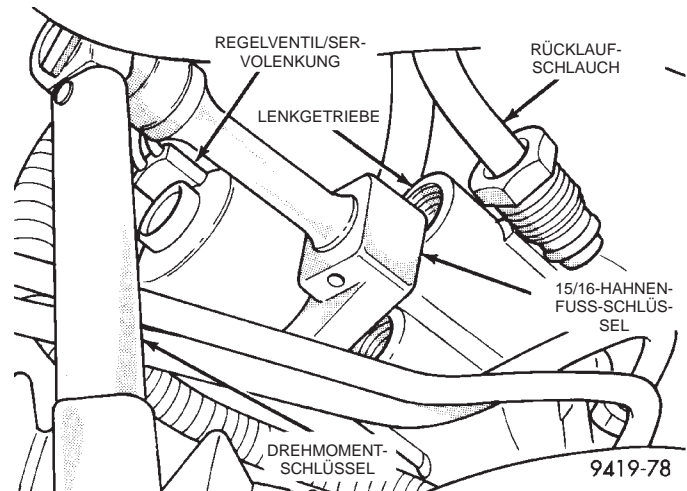

Abb. 5 Regelventil/Servolenkung an Lenkgetriebe festziehen
(2) Regelventil von Hand bis zum Anschlag in das Lenkgetriebe montieren.
(3) Mit einem Hahnenfuss-Schlüssel (15/16 Zoll, bzw. 24 mm) (Abb. 5) das Regelventil der Servolenkung mit einem Anzugsmoment von 14 N·m (124 in. lbs.) festziehen.